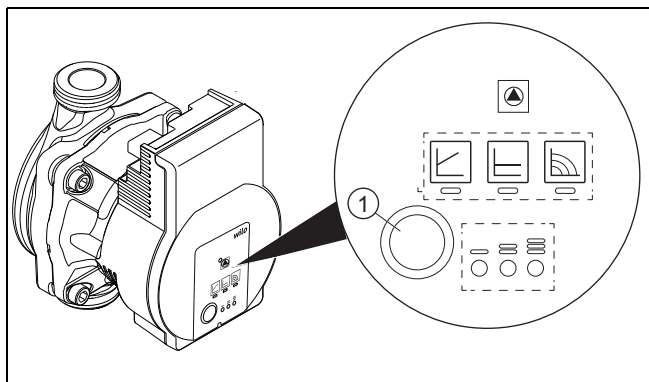

Fig. 10
La pompe à eau glycolée est réglée en usine sur le fonctionnement à vitesse constante et maximale (III). Le cas échéant, le réglage doit être modifié pour atteindre la valeur delta correcte (→ Chapitre 13.4). Le fonctionnement doit être réglé avec une vitesse constante pour la pompe à eau glycolée. Appuyer sur la touche [1] pour modifier la vitesse (→ figure 10) Pour sélectionner la vitesse (II), appuyer une fois. Appuyer une deuxième fois permet de sélectionner la vitesse (I). Pour repasser à la vitesse (III), appuyer encore jusqu'à ce que le mode de contrôle change en conséquence (→ figure, (tableau 11)).